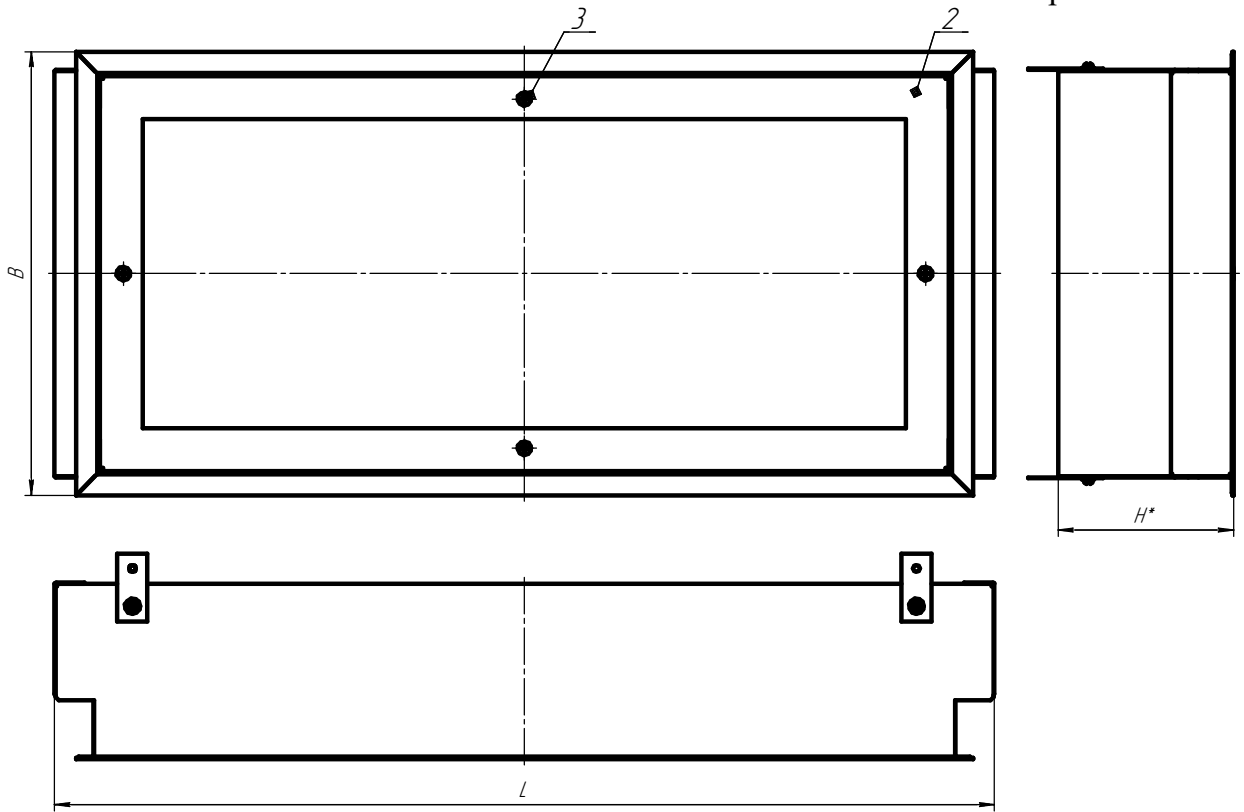

Рисунок 1
4.1 Светильник состоит: из корпуса в сборе поз.1, в котором размещена электрическая схема; обечайки в сборе поз.2 которая закреплена на корпусе в сборе при помощи винтов поз.3 рисунок 1.
6.2. Снимите обечайку в сборе поз.2 рисунок 1 предварительно открутив 4 винта поз.3.
6.9. Установите обечайку в сборе поз.2 рисунок 1 на корпус в сборе поз.1, предварительно закрутив 4 винта при помощи отвертки поз.3.